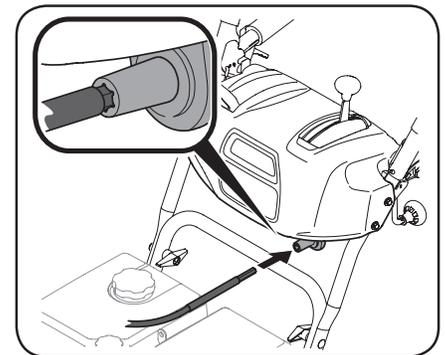

Figura 2-33
6. Inserte el extremo hexagonal del eje flexible en el acoplamiento de la varilla de control del canal que está debajo del tablero de instrumentos. Consulte Figura 2-33.